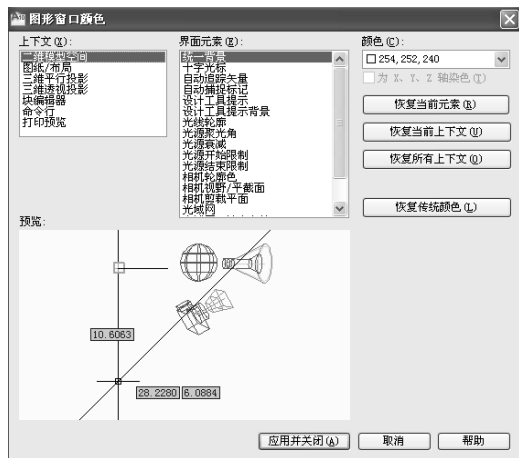

图 1-16 “图形窗口颜色”对话框
(6) 显示工具栏提示: 选中该项, 当光标停留在工具栏的按钮上时, 显示该按钮的功能提示。
(7) 在工具栏提示中显示快捷键: 当光标停留在工具栏的按钮上时, 显示该工具的快捷键。
(8) 显示扩展的工具提示: 控制扩展工具提示的显示。
(9) 延迟的秒数: 设置显示基本工具提示与显示扩展工具提示之间的延迟时间。
(10) 显示鼠标悬停工具提示: 控制亮显对象的工具提示的鼠标悬停显示。
(11) “颜色”按钮: 单击此按钮, 弹出“图形窗口颜色”对话框, 如图 1-16 所示。在“上下文”列表框中选择所需的背景, 在“界面元素”列表框中选择元素名称, 在“颜色”列表框中将显示选中元素的当前颜色。此时在“颜色”下拉列表中选择一种新颜色, 单击“应用并关闭”按钮完成对窗口元素颜色的修改。